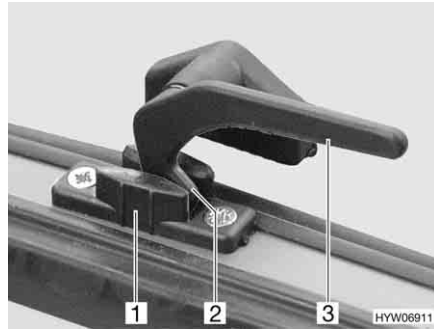

Fig. 80 Levier de verrouillage en position "Aération permanente"
- En position "Aération permanente" (Fig. 80)
- Tourner le levier de verrouillage (Fig. 80,3) d'un quart de tour vers le centre de la fenêtre.
- Tourner le levier de verrouillage d'un quart de tour vers le cadre de la fenêtre. Le tenon de verrouillage (Fig. 80,2) doit pénétrer alors dans le logement prévu à cet effet dans le verrouillage de fenêtre (Fig. 80,1).